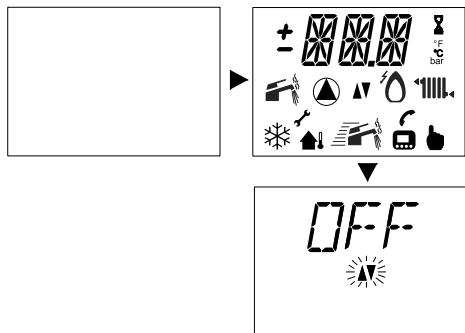

Рисунок 6.4
- Включите электропитание котла (при помощи двухполюсного выключателя). На ЖК-дисплее отобразятся все символы, а затем надпись **OFF**, см Рисунок 6.4.